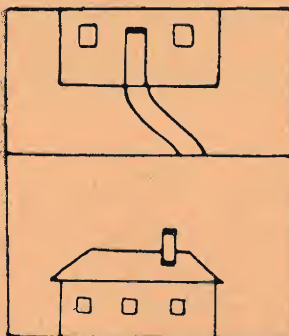

Fig. 2.
Ma saranno sincrone solo nel caso in cui il medesimo raggio si trovi in ambedue nella medesima posizione (B). Nella televisione, il disco trasmittente e quello ricevente debbono naturalmente esser sincroni. Non basta, quindi, che facciano lo stesso numero di giri, ma occorre una perfetta eguaglianza di fase. Cioè, quando l'apertura del disco trasmittente comincia a proiettare la figura, la stessa cosa, nello stesso momento, deve avvenire sul disco ricevente, affinché la figura riesca bene inquadrata. Altrimenti essa appare tagliata, proprio come quando nello schermo del cinematografo la linea di divisione cade in mezzo alla figura (fig. 2).